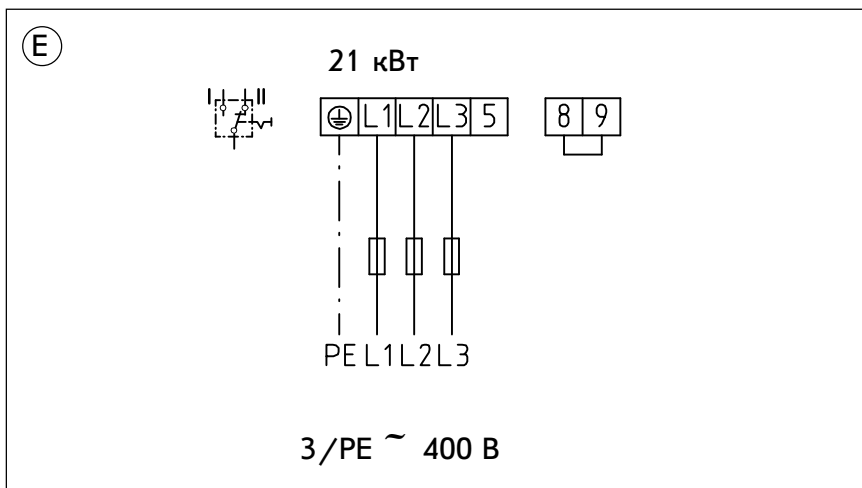

Рис. 15
**Е** Режим одноконтурного накопителя, рис.15